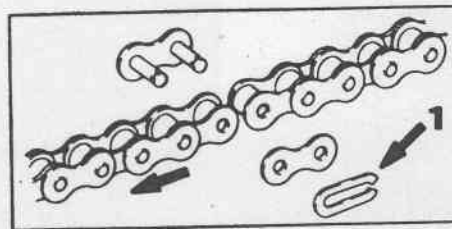

Fig. 24 - Molletta di arresto.
- mediante una pinza rimuovere la molletta di arresto (1 Fig. 24) e dopo aver tolto la maglia di giunzione sfilare la catena.